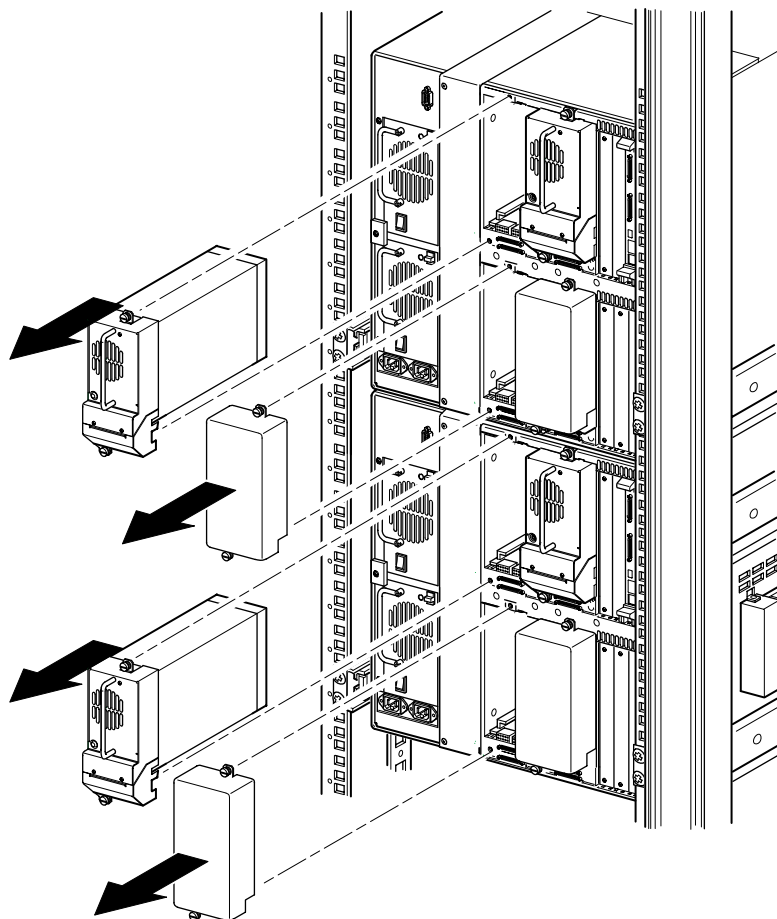

図2-8: ドライブ ベイ1および3へのアクセス (MSL5052)
2. 各ライブラリのPTMカバー プレートの開口部に隣接するベイから、ブランク パネルまたはドライブシュー アセンブリ1および3を取り外します (図2-8を参照)。